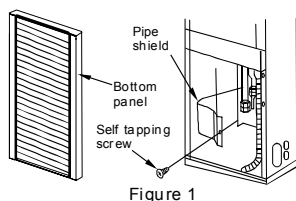

Figure 1
2. отвинтите крепеж защитного экрана трубопровода и снимите экран (рис.1)